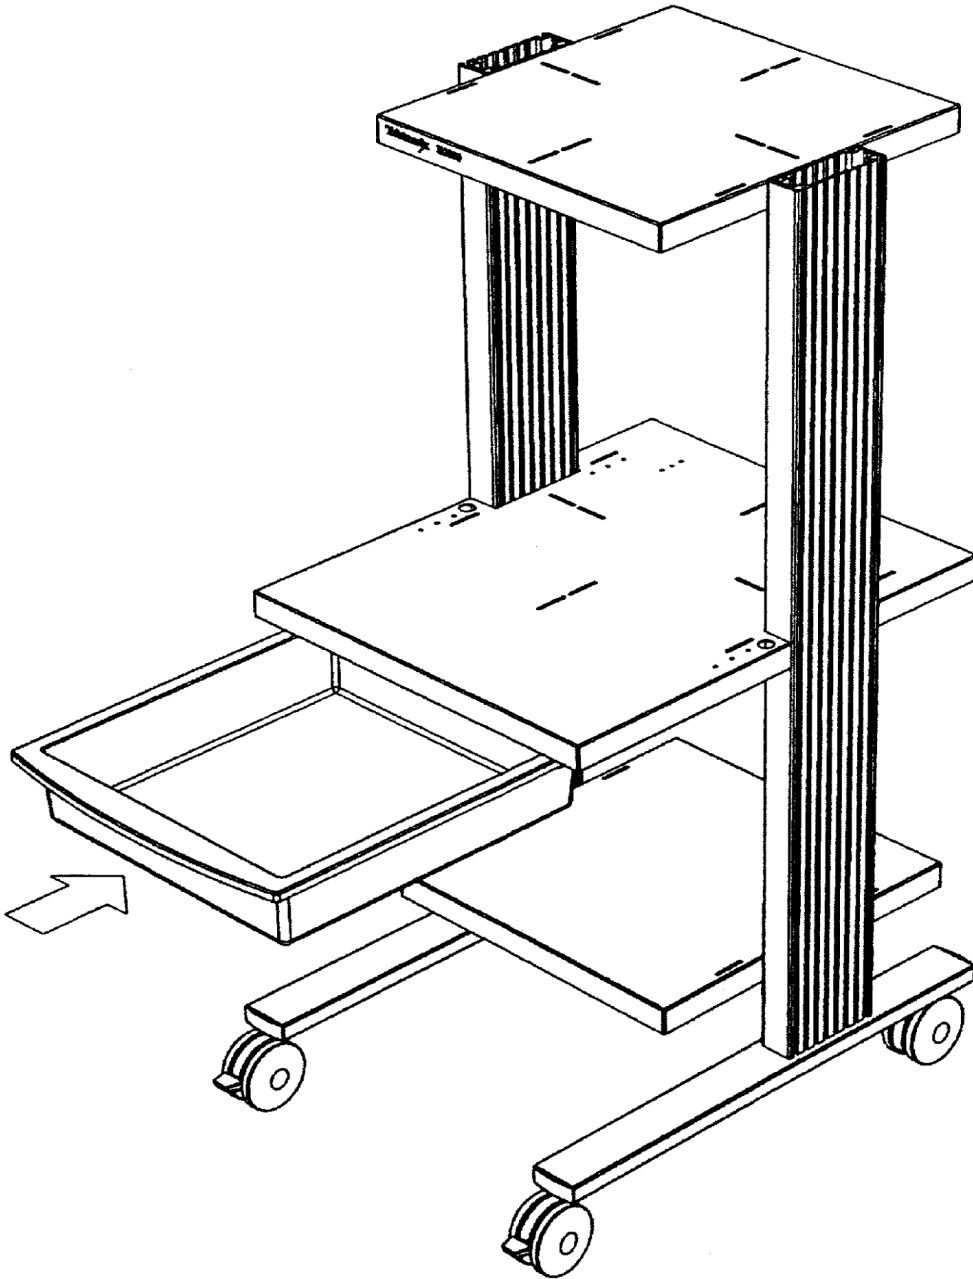

図 12: 引出しの取り付け
1. 図 12 に示すように、引出しをキーボード用棚板の下にスライドさせます。引出しの端が丸みを帯びた方が台車の前方向になります。引出しが止まるまで棚板の下にスライドさせます。